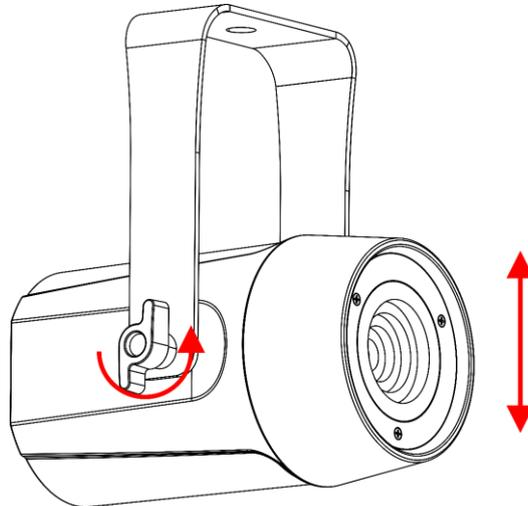

Fig. 06
- 01) Ruotare le 2 **viti di regolazione (02)** in senso antiorario per sbloccarle.
- 02) Inclinare il dispositivo all'angolo desiderato (vedere Fig. 06).
- 03) Ruotare le 2 **viti di regolazione (02)** in senso orario per stringerle. Assicurarsi che il dispositivo non si muova liberamente dopo aver serrato le due **viti di regolazione (02)**.